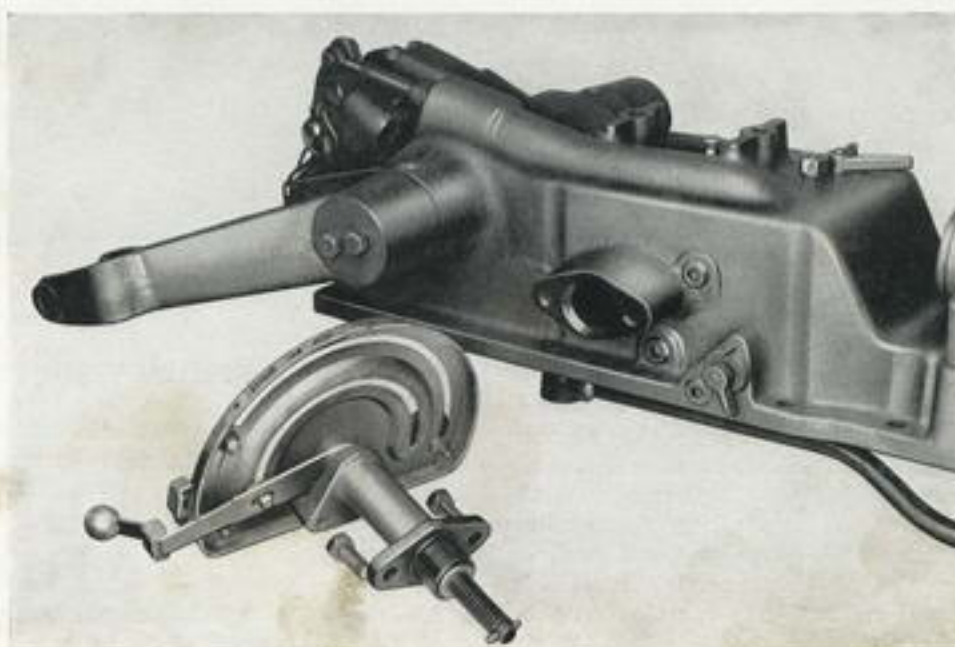

Fig. 31
- 1) Retirer les deux vis de fixation du support sur le carter, puis dégager l'ensemble en le tirant vers soi (fig. 31).